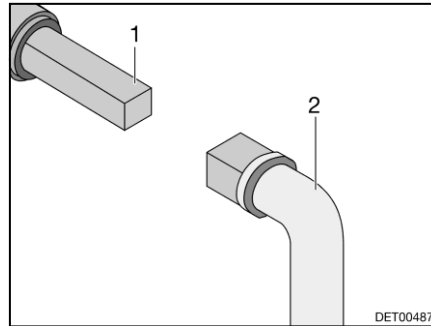

Bild 102 Handhavande avloppsventil
- Sätt nyckeln (Bild 102,2) mot fyrkanten (Bild 102,1).